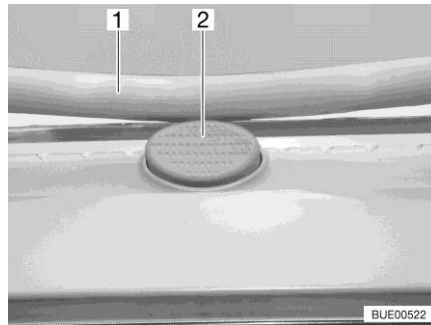

Fig. 64 Bottone di sicurezza (oblò Heki)
- Premere il bottone di sicurezza (Fig. 64,2) e tirare verso il basso la staffa (Fig. 64,1) con entrambe le mani.
- Premere la staffa verso l'alto con ambedue le mani, finché la staffa non poggia al di sopra del bottone di sicurezza (Fig. 64,2).